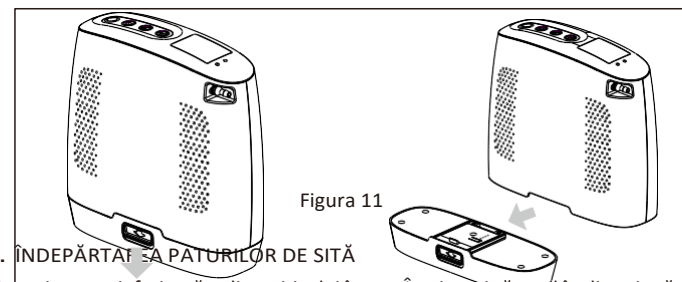

Figura 11
- ▶ Așezați Spirit-3 într-o poziție plată. Țineți dispozitivul într-o mână, folosiți cealaltă mână pentru a împinge zăvorul în jos și scoateți bateria din dispozitiv. După cum se arată în Figura 11.